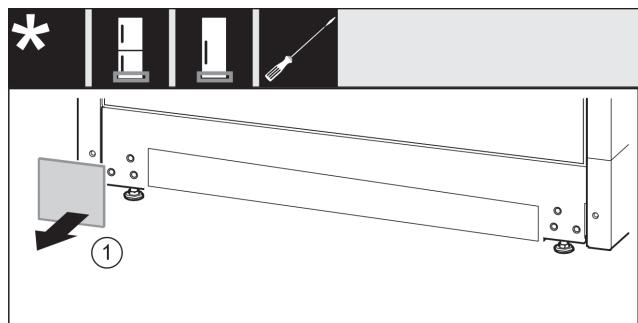

Fig. 12
- Nuimkite uždangalą. Fig. 12 (1)